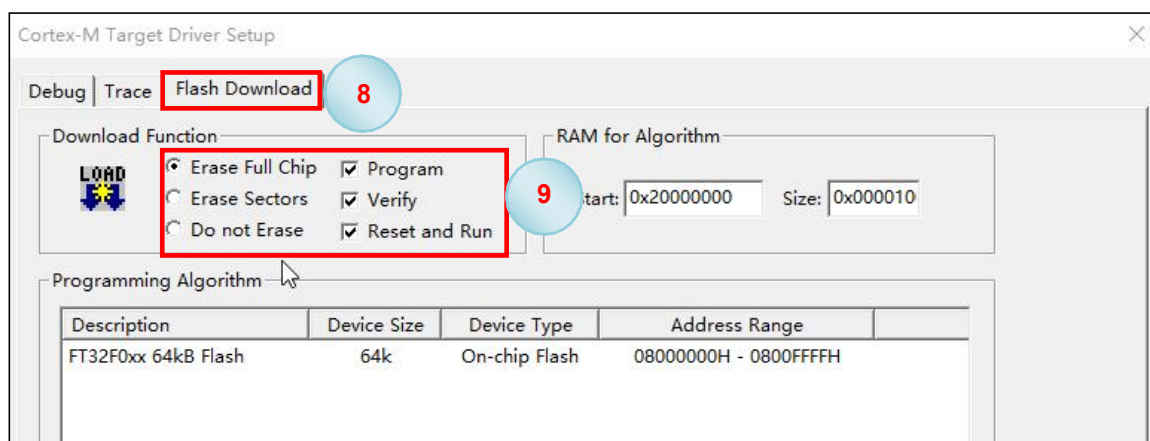

图 5-5 FMD CMSIS-DAP 调试器 flash 下载配置
- 12、点选Flash Download 选项栏（图 5-5 中步骤 8）
- 13、按照需求勾选编程、擦除、校验及复位选项（图 5-5 中步骤 9 等）。